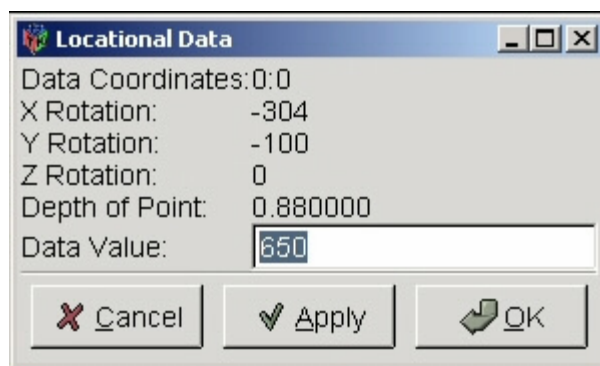

Figura 3.6
- **Show Data Under Crosshairs (Mostrar Datos Bajo las Cruces)** – Esta función se usa por poner las cruces encima de un punto deseado y luego, cuando elegido mostrará los siguientes datos, como en la figura 3.6: